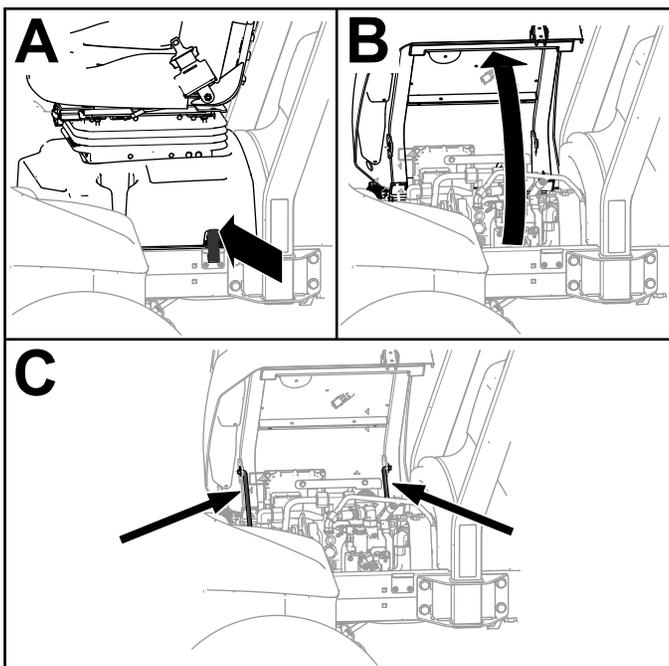

図 39
1. シートベースのラッチを外す 図 39のA。
2. シートとベースを傾けて開く (図 39の B)。
3. ロッドで支える 図 39のC。